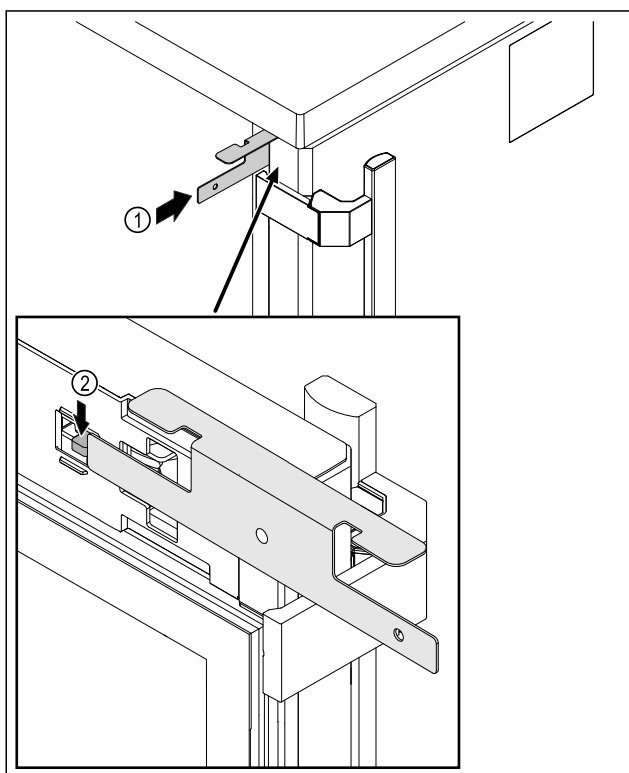

Fig. 218
- Noodontgrendelings sleutel Fig. 218 (1) tussen deur en apparaatcorpus insteken.
- Slothaak Fig. 218 (2) in de richting van het scharnier drukken.